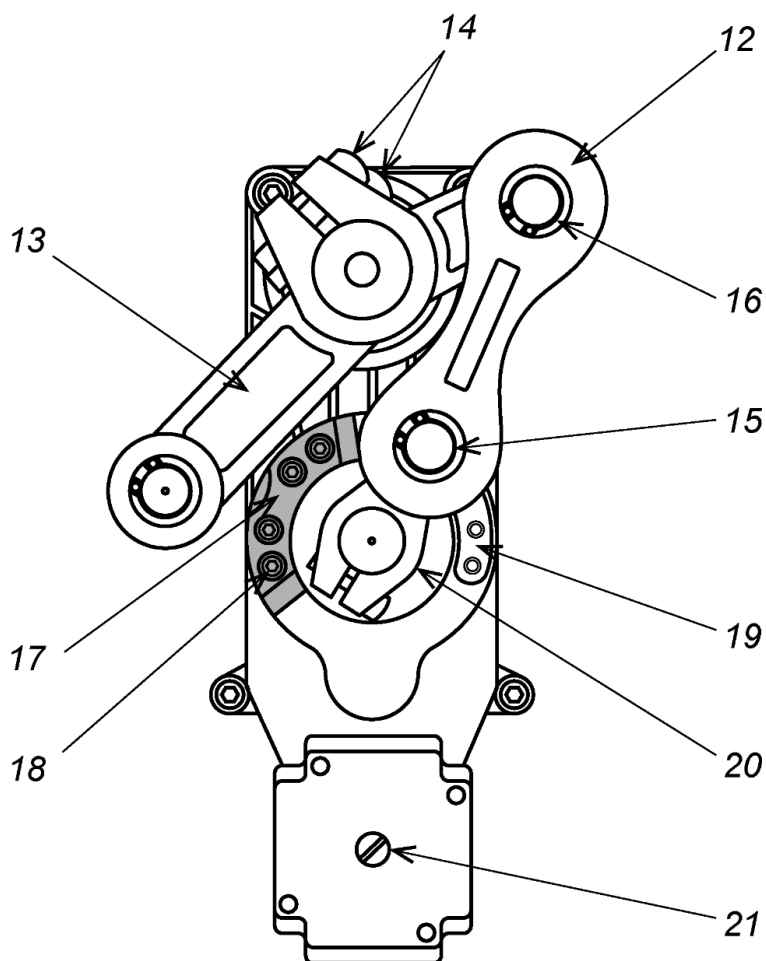

Рисунок 8. Порядок переустановки стрелы шлагбаума
В шлагбауме предусмотрено подключение дополнительного освещения зоны проезда. Управление устройством дополнительного освещения осуществляется при помощи релейного выхода «LIGHT» (контакты *LIGHT* клеммной колодки **X2.3**; см. разд. 5.4.1, рис. 3). Питание дополнительной подсветки прохода осуществляется отдельным источником питания. Схема подключения дополнительной подсветки с источником питания показана на рис. 8. Дополнительная подсветка постоянно включена при нормальной работе шлагбаума.
Нагревательный элемент и регулятор порога отключения нагревателя подключаются к контактным колодкам подключения питания шлагбаума ($\sim 220\text{ В}$) в соответствии со схемой подключения шлагбаума на рис. 8.
- вращайте винт (ручку) разблокировки привода (21) (см. рис. 8) влево или вправо до тех пор, пока нижний шарнир шатуна (12) не выйдет из крайнего положения и стрела не станет поддаваться ручному воздействию вверх,